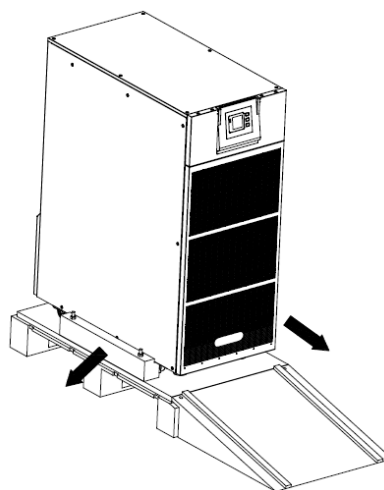

Fig. 1-3 Retirada del embalaje original
7. Retire los paneles frontal y trasero para extraer el soporte en forma de L y las placas de los lados izquierdo y derecho del SAI que sujetan la carcasa y el palé, y asegure el deslizamiento (Fig. 1-3).